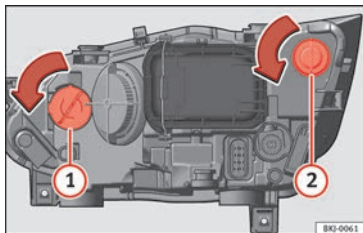

Fig. 113 Dans le compartiment moteur : ampoule du clignotant ① et ampoule du feu DRL (feu de circulation de jour) ②.
- Tournez le porte-ampoule » fig. 113 ① ou ② vers la gauche puis tirez.